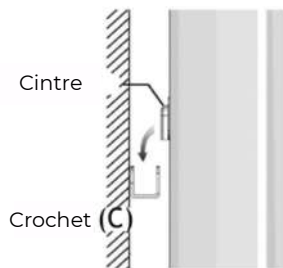

Figure 9
► Accrochez le radiateur sur les deux crochets (C) du mur. Assurez-vous que le radiateur est correctement fixé sur les deux crochets. (Figure 9).